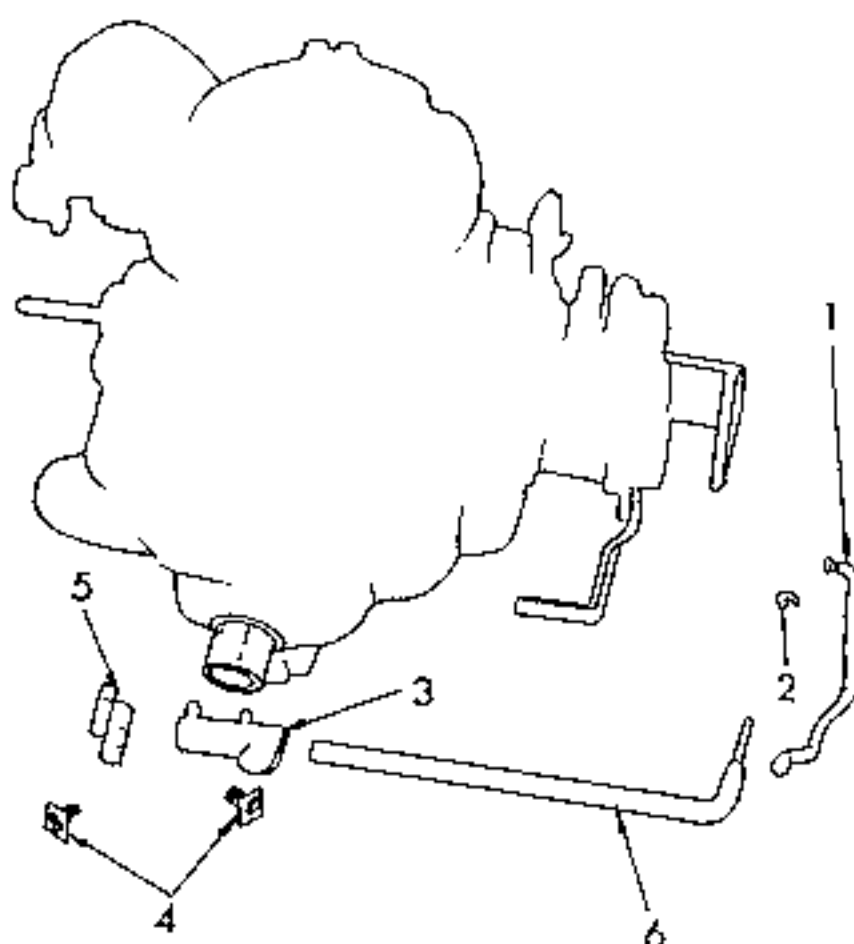

Bild 47 Teilweise zerlegter Vergaser.
- Unter Bezug auf Bild 47 die Befestigungsspange (2) vom Gestänge (1) entfernen und das Gestänge abnehmen.
- Die beiden Schrauben (4) vom Arm (5) der Beschleunigungspumpe und vom Hebestück des Unterdruckkolbens (3) entfernen und den Pumpenhebel (6) aus dem Vergaserdeckel herausziehen. Der Unterdruckkolben und die